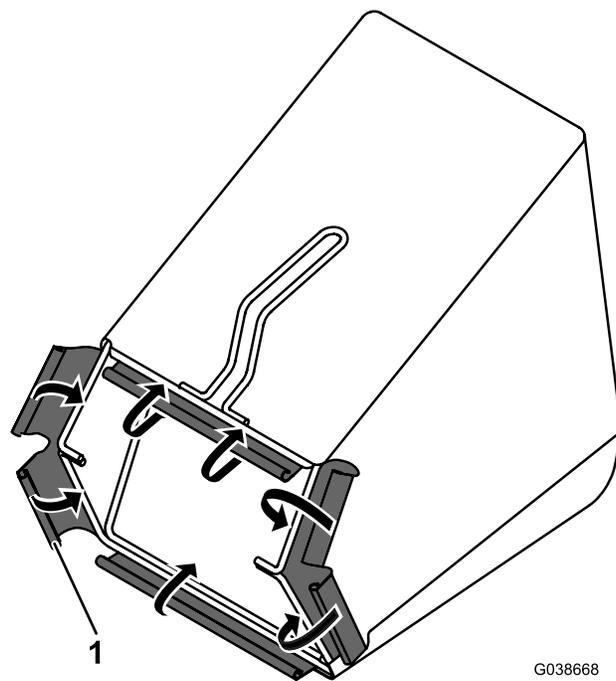

Рисунок 5
- Прикрепите пластмассовые зажимы к каркасу мешка для сбора травы (Рисунок 5).